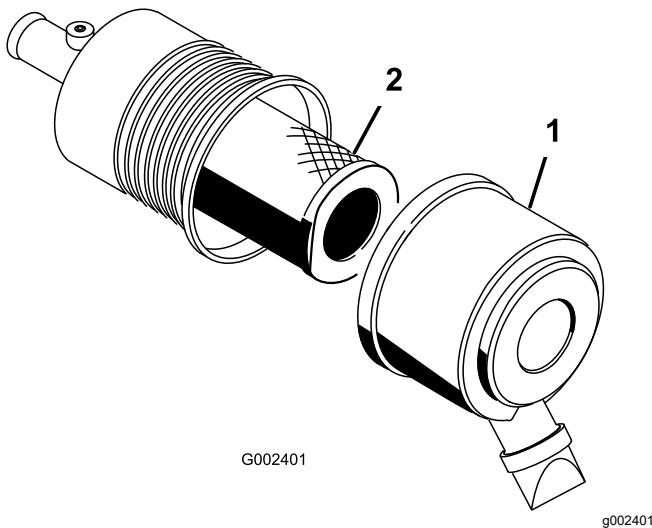

图 54
1. 松开将空气滤清器盖固定到空气滤清器壳体上的搭扣图 54。
2. 从空气滤清器壳体上取下空气滤清器盖 (图 54)。
4. 拆下并更换滤清器 图 54。